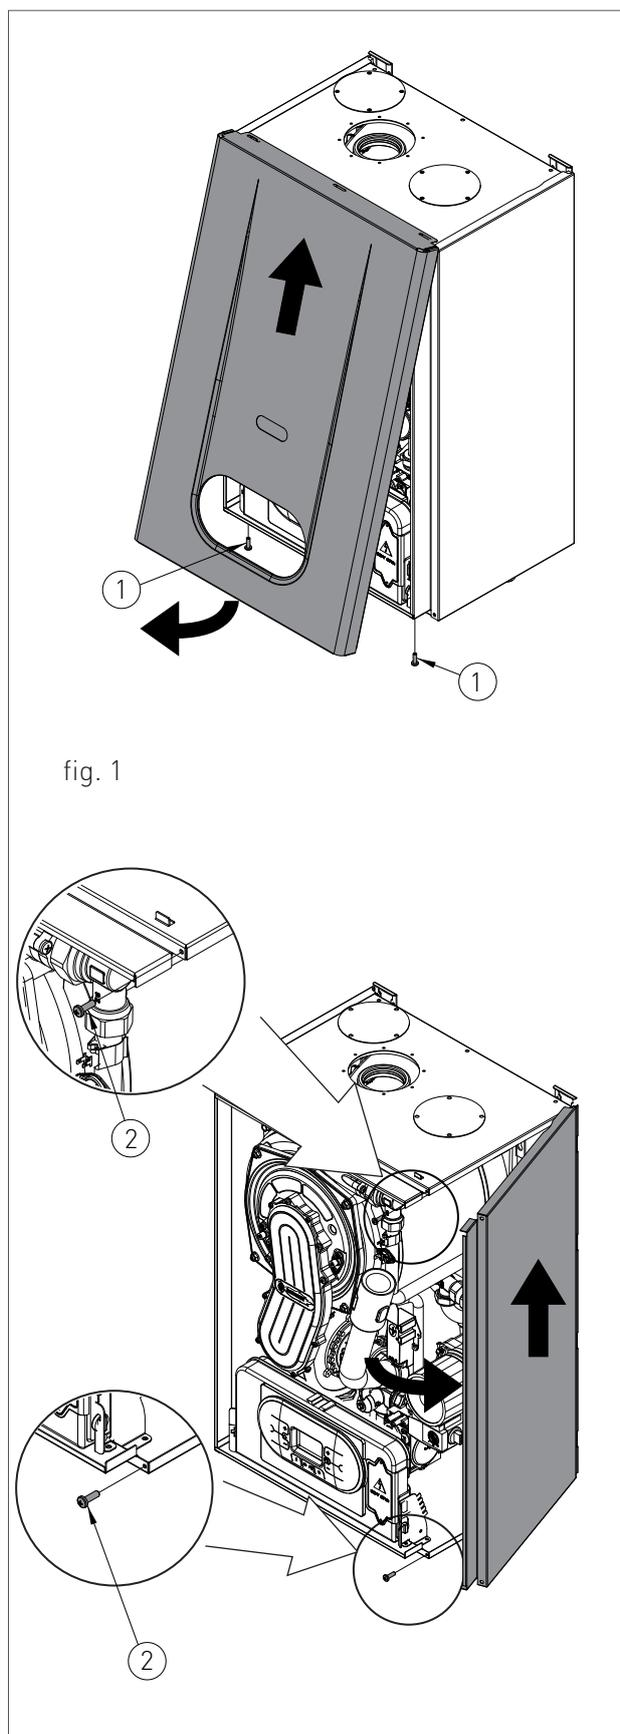

fig. 1
- › rimuovere le viti (1 - fig.1) di fissaggio poste nel bordo inferiore del pannello frontale;
- › afferrare il pannello frontale nella parte inferiore e, tirandolo verso se, estrarlo con movimento verso l'alto (vedi fig. 1).
- › rimuovere le viti (2 - fig.1) di fissaggio poste nel bordo frontale del pannello laterale;
- › afferrare la base del pannello e, dopo averlo spostato lateralmente, estrarlo alzandolo (vedi fig. 1).
- > Afferrare contemporaneamente le staffe di supporto del pannello comandi (fig. 1) allargandole e rovesciare il pannello, ruotandolo verso il basso;
- > svitare le quattro viti di fissaggio 1 - fig. 1;